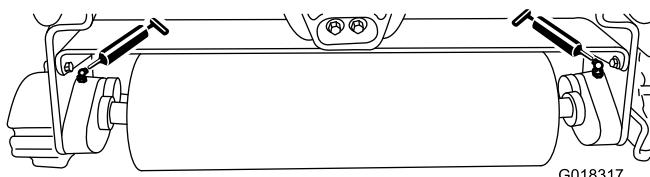

Figura 5
Lubrifique os 2 bocais de lubrificação (Figura 5) em cada unidade de triplo-rolo após cada 15 horas de funcionamento utilizando um lubrificante multiusos à base de lítio n.º 2. Recomenda-se uma pistola de lubrificação de funcionamento manual para melhores resultados.
2. Aplique lubrificante nos rolamentos do veio do triplo-rolo até sentir pressão (Figura 5).